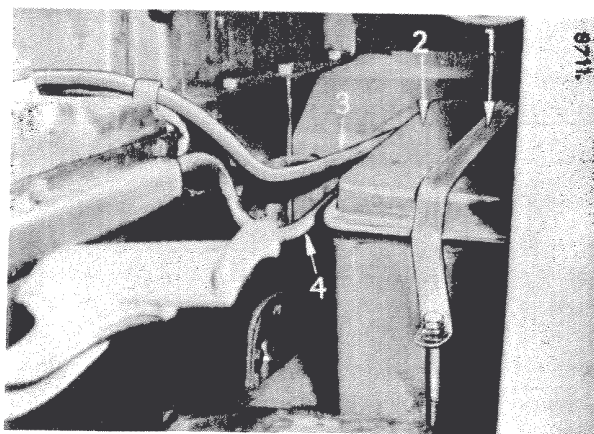

Fig. 83
Pour retirer la batterie du tracteur, il importe de détacher la sangle (1) Fig. 83 et de débrancher les câbles en commençant en premier lieu par le câble de masse (-).